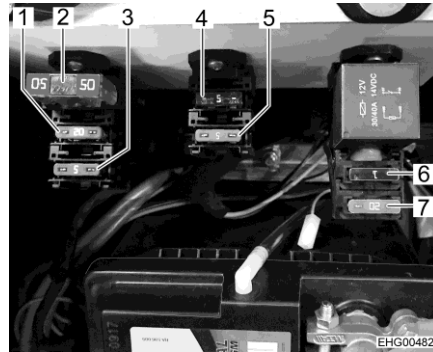

Bild 35 Sicherungen für Wohnraumbatterie und weitere Geräte
Die Flachsicherung 20 A (Bild 35,1) ist neben der Wohnraumbatterie unter dem Beifahrersitz eingebaut (siehe auch Abschnitt 9.7.1).
- Flachsicherung 20 A (Bild 35,1) ziehen. oder